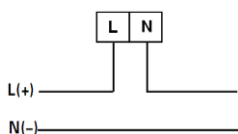

Рис. 4 – Подключение напрямую
1. Подключите прибор к исследуемой цепи в соответствии со схемами подключения, см. рис. 4–6.